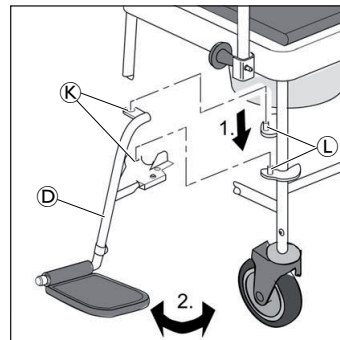

Fig. 4
5. Fußstützen (D) auf beiden Seiten von der Seite durch die Bohrungen (K) in die Aufnahmestifte (L) einsetzen (Fig. 4).